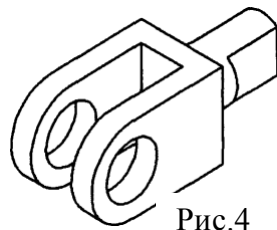

Рис.4
10. Выполнить самостоятельно изометрический чертеж детали Вилка(Рис.4,4.1)